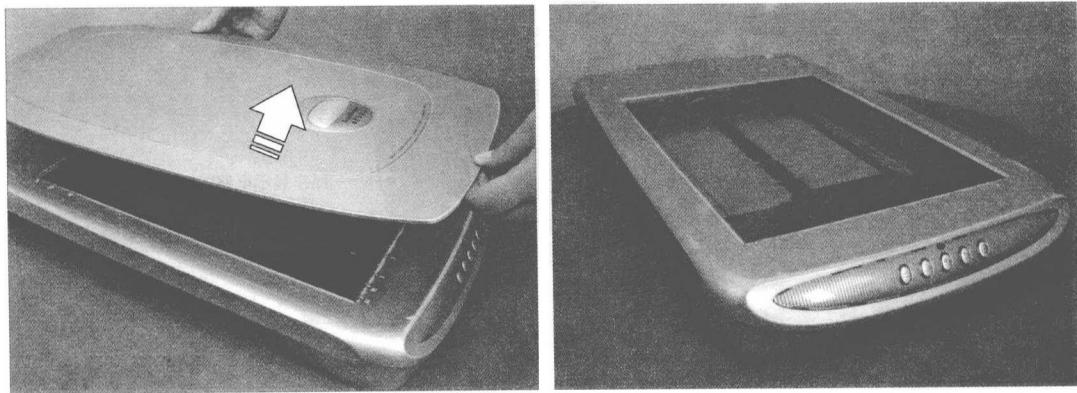

图 1-4 取下上盖
(2) 锁定扫描系统后，就可以拆卸扫描仪了，首先将扫描仪的上盖取下来，如图 1-4 所示。